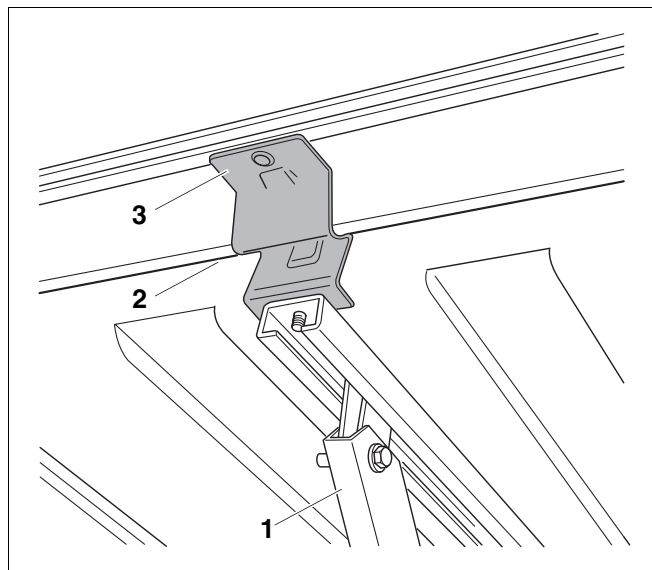

Fig. 6 Introducir el soporte del colector en la ranura del colector
- Introduzca el soporte superior del colector (fig. 6, **pos. 3**) en la ranura del colector (fig. 6, **pos. 2**).
- Incline el apoyo desplegado (fig. 6, **pos. 1**) ligeramente hacia un lado y extraígalo del espacio entre los dos tubos redondos.